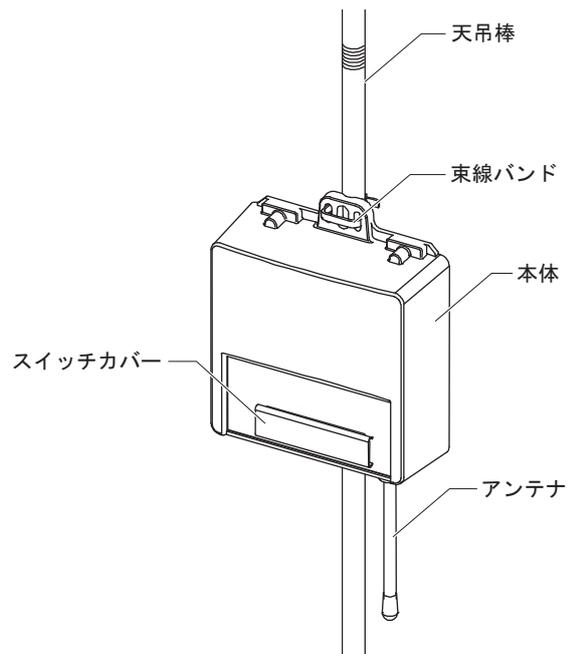

図10
(1) 天吊棒に束線バンドで取付 (図10参照)
- ① スイッチカバーを手前に引っ張って外し、周波数チャンネル、グループアドレスおよびUTアドレスを設定します(「設定作業」の項参照)。